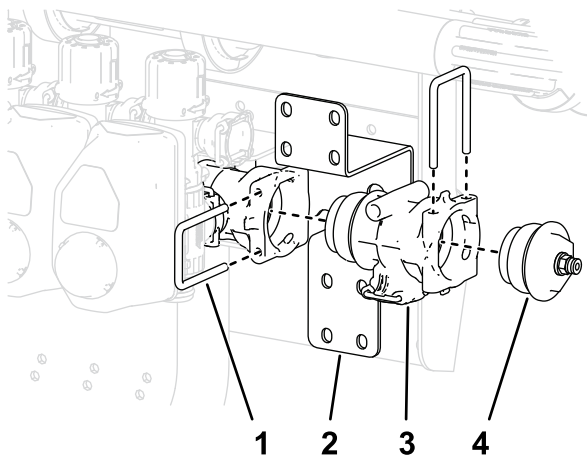

図 35
3. フィッティングキャップとカップラをバルブセクションの端に固定しているリテーナーを取り外す 図 35。